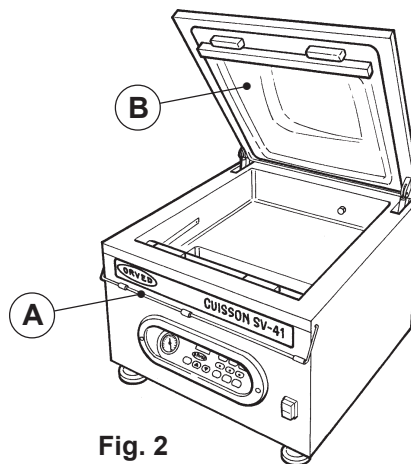
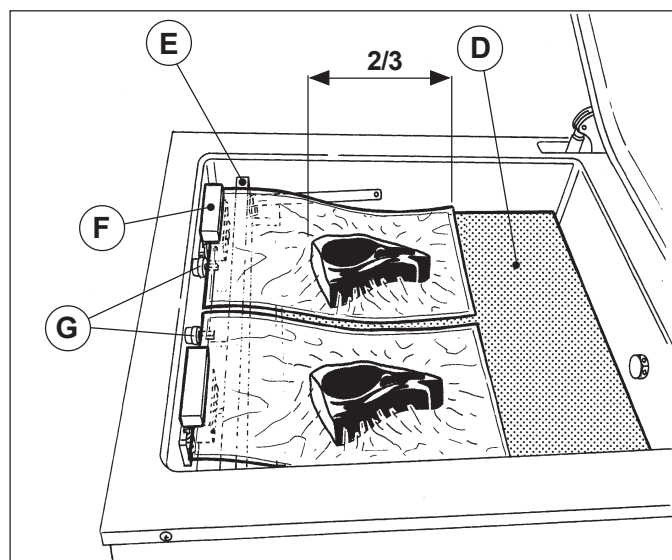
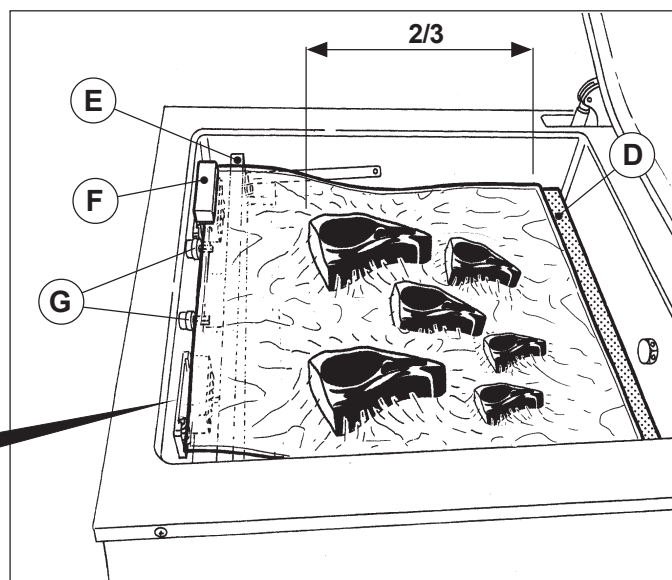

Fig. 2
Fig. 3
Fig. 4
- 1) Abbassare il gancio fermacoperchio (A - Fig. 2): il coperchio in plexiglass della campana (B) si apre.
- 2) Inserire tutti i ripiani nella vaschetta verticale (C) e posizionare il numero massimo di ripiani (D) che la camera può contenere in relazione al prodotto da confezionare.
- 3) Scegliere una busta adatta al prodotto da confezionare (il prodotto deve occupare circa 2/3 del volume utile della busta). Inserire la busta, contenente il prodotto da confezionare all'interno della camera a vuoto appoggiandola sulla barra saldante (E) e sul timbro del datario (F). Nel caso di funzione GAS attivata, assicurarsi che l'ugello (G) si trovi all'interno della busta. Possono essere confezionate due buste contemporaneamente (Fig. 3) oppure una sola busta (Fig. 4), in questo caso si consiglia di togliere il datario non utilizzato (Fig. 5).